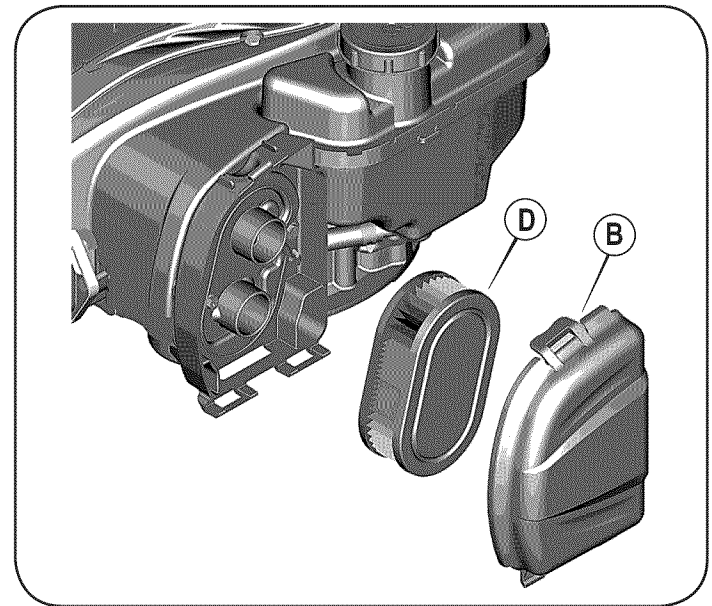

Figura 14
1. Abra la tapa (B). Vea la Figura 14.
2. Quite el filtro (D).
4. Instalar el filtro (D).
5. Cierre la tapa (B).
2. Incline la cortadora de césped de modo que quede apoyada sobre el alojamiento, mantenga el silenciador de costado hacia abajo. Refiérase a la figura 14. Sostenga firmemente la cortadora.